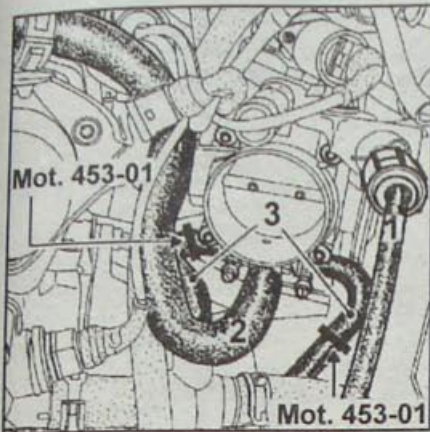

Рис. 1.31. Снятие дроссельного узла:
- Снимите воздушный фильтр, выверните 4 болта и снимите дроссельный узел (рис. 1.31).